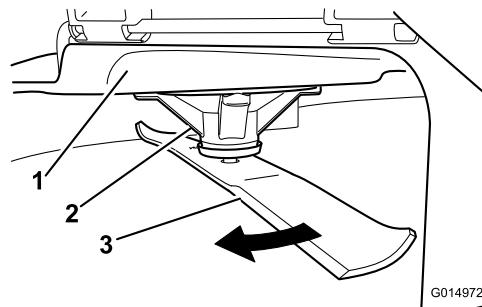

Bild 76
2. Tragen Sie dicke Handschuhe oder andere angemessene Handschuhe und drehen Sie das Messer langsam in eine Stellung, in der das Messen des Abstands zwischen der Schnittkante und der ebenen Fläche der Maschine möglich ist (Bild 76).